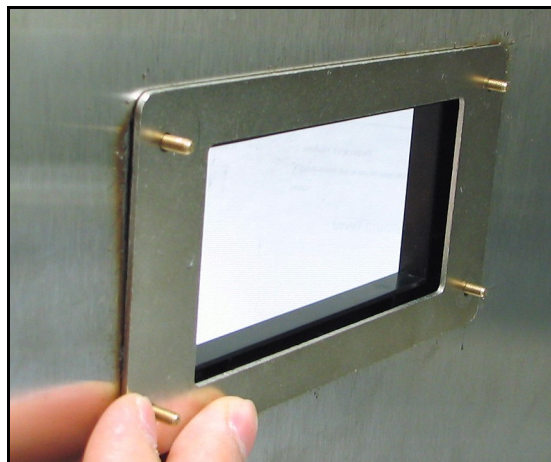

Figura 18: Aplicar a placa posterior
3. Por trás do painel, coloque a placa posterior de metal sobre os quatro parafusos de montagem da placa adaptadora (veja Figura 18).